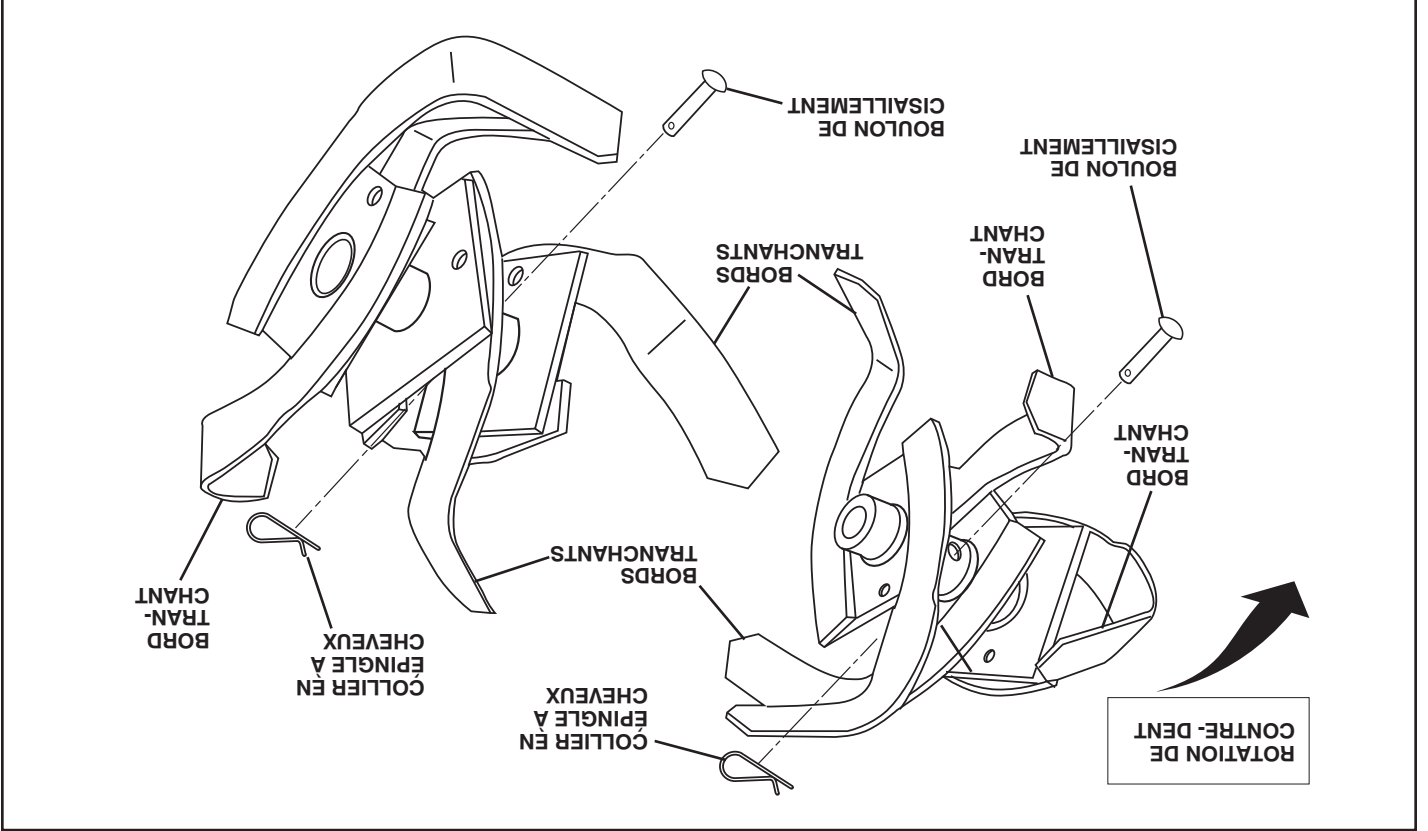

Fig. 26
• Les nouvelles fraises devraient être montées comme illustré dans la figure 26. Les bords de fraise aiguisés tourneront en arrière à partir d'en haut.